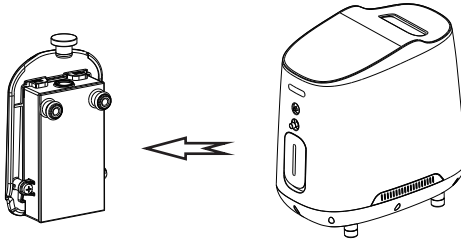

Figure 5
- Retirez doucement la bouteille d'humidification dans la direction indiquée sur la Figure 5, retirez le capuchon en caoutchouc en haut et remplissez la bouteille avec de l'eau purifiée froide ne dépassant pas le niveau d'eau maximum.